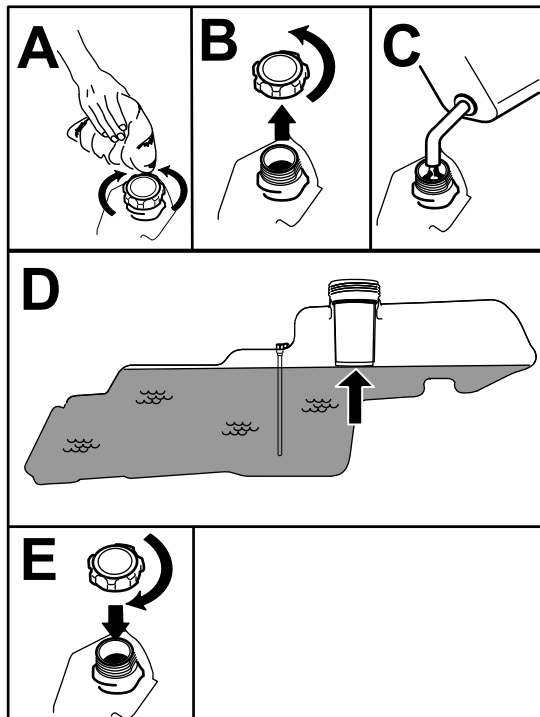

Figure 8
5. Remplissez le réservoir de carburant jusqu'à la base du goulot de remplissage (Figure 8). Ne remplissez pas complètement le réservoir de carburant.